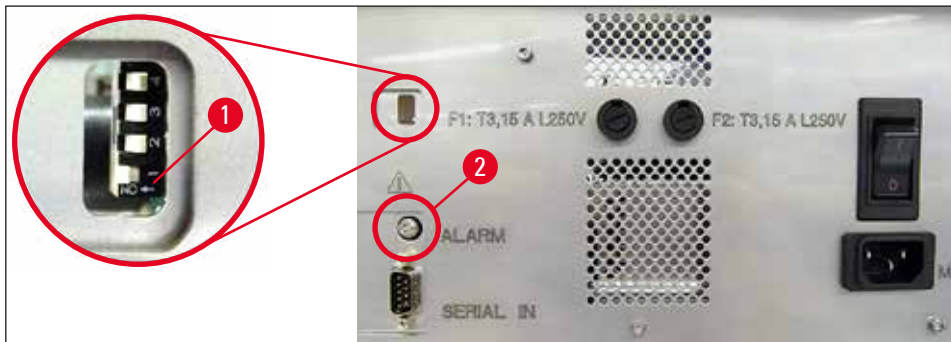

Рис. 45
- » Для деактивации датчика сигналов отожмите выключатель в самой нижней части (→ "Рис. 45-1") вправо (→ "Рис. 45").